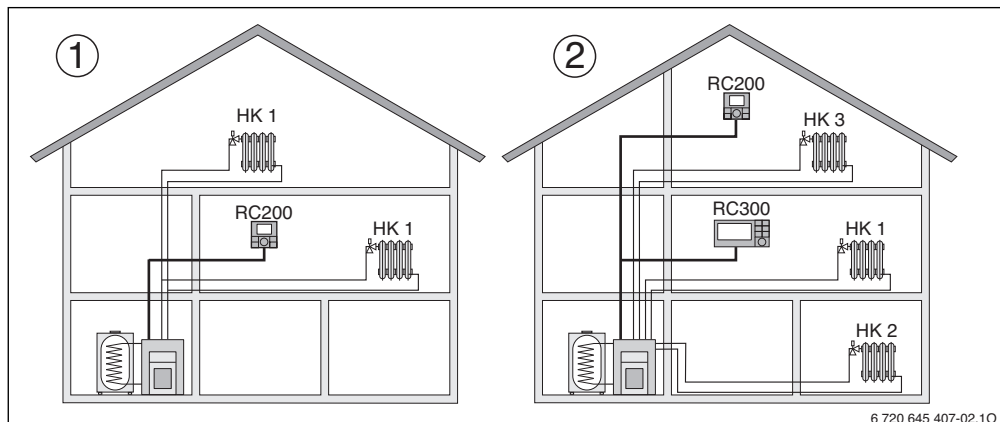

Рис. 1 Приклад опалювальної установки з одним або двома опалювальними контурами
- У якості регулятора для опалювальних установок із змішаним або незмішаним опалювальним контуром і нагрівом води (→ рис. 1, [1]). Нагрів води можна підтримувати за допомогою геліоустановки. Пристрій керування встановлюється у відповідній кімнаті. Регулювання кімнатної температури, залежно від нагрівання приміщення, може оптимізуватися завдяки сонячному випромінюванню (лише під час регулювання зовнішньої температури).